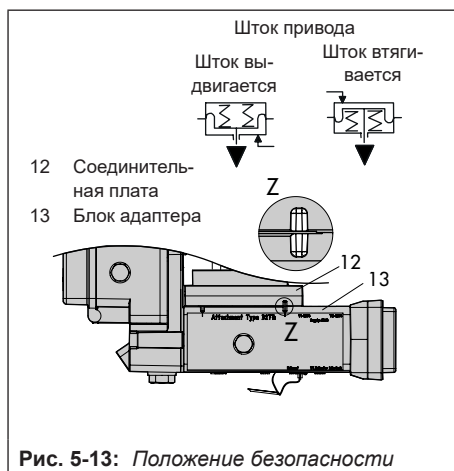

Рис. 5-13: Положение безопасности
- Проденьте болты (13.1) через центральные отверстия блока адаптера (13).
- Установите соединительную плату (12) вместе с уплотнением (12.1) на болты (13.1) в соответствии с положением безопасности «шток привода выдвигается» или «шток привода втягивается». Активным является положение безопасности, при котором паз блока адаптера (13) совпадает с пазом соединительной платы (12) (Рис. 5-13).
Монтаж согл. VDI/VDE 3847 на ребре NAMUR (см. Рис. 5-13).
Позиционер монтируют на ребре NAMUR согласно указаниям в Рис. 5-13.